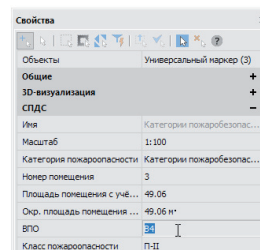

Рис. 53
- Редактировать атрибуты *Универсального маркера* можно как в диалоге маркера, так и на панели *Свойства* (рис. 53).